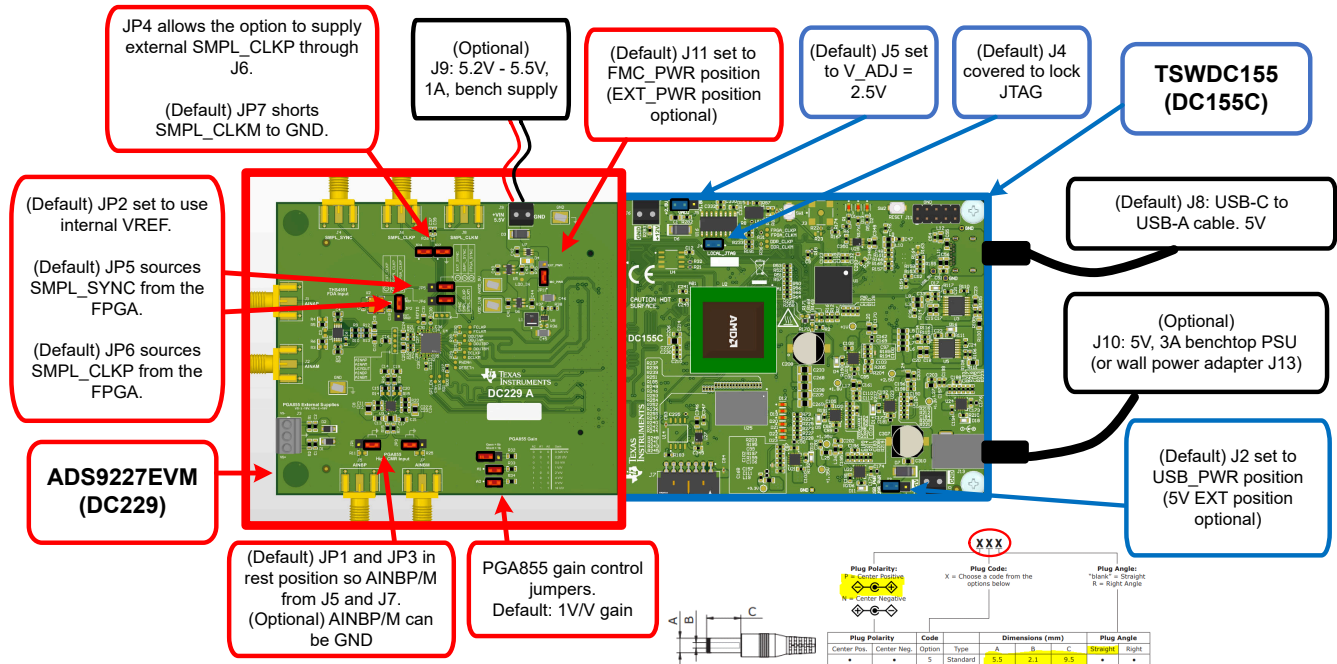

图 2-8. 连接硬件
1. 查看下面图 2-8 中的默认跳线设置以及节 2.2.1 中的电源指南。